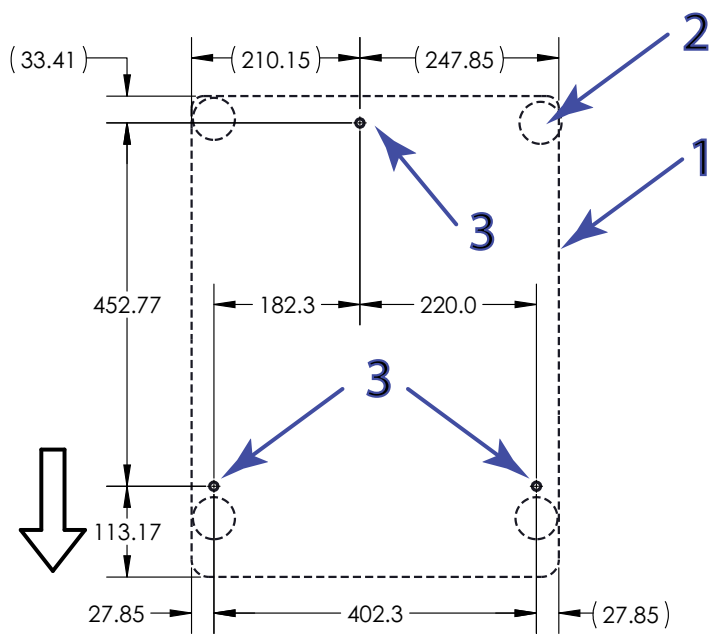

图 12. 锚固点位置（俯视）
图标图 12
1. 参考第 54 页图 12 并在工作台的适当位置钻孔，以对准机架底座上的锚固点。建议使用直径 15 毫米（0.59 英寸）的孔。